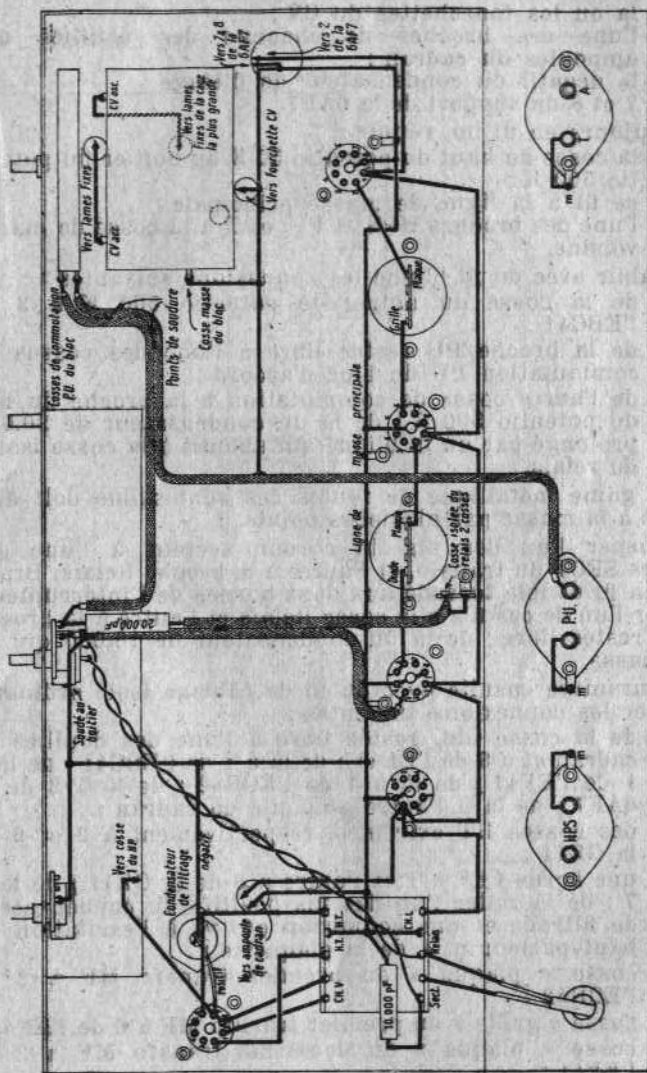

FIG. 43. — Premier stade de câblage
**Premier stade de câblage (fig. 43).** — Poser la ligne de masse principale, constituée par un fil nu qui part de l'une des cosses ChL du transfo d'alimentation, va aux cosses de